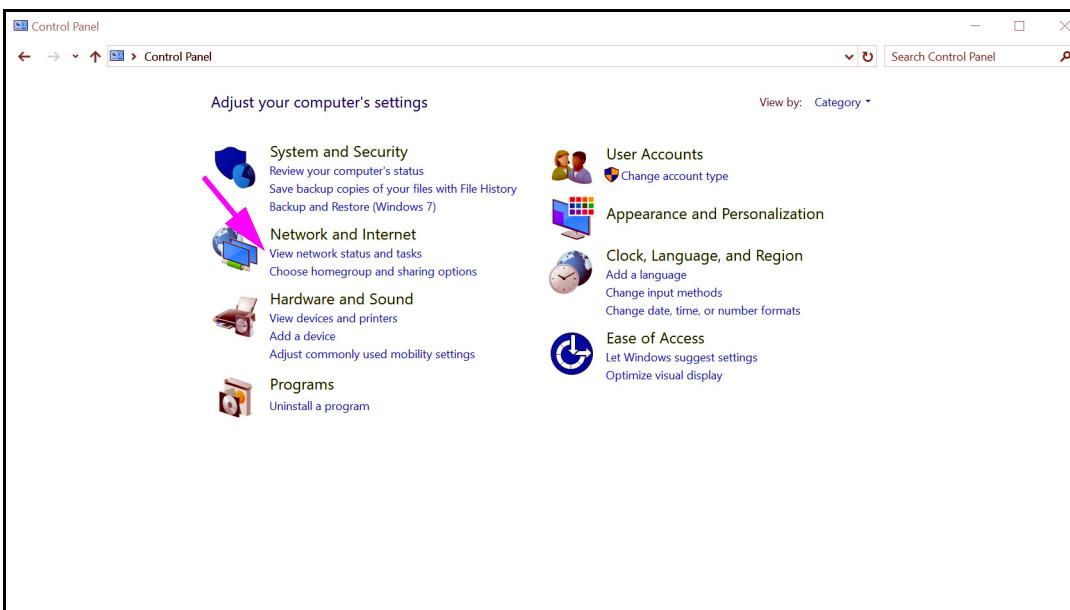

Figura 2-44. Janela All Control Panel Items (Todos os itens do painel de controlo) — Vista por categoria
3. Selecione **Control Panel (Painel de controlo)**. Se a vista estiver definida para **Category (Categoria)**, é apresentado um ecrã semelhante ao da figura 2-44.